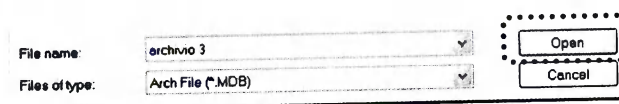

Рисунок 179
– выберите направление (по умолчанию – **Архивы**) и имя нового архива, который вы хотите создать (см. рисунок 179);